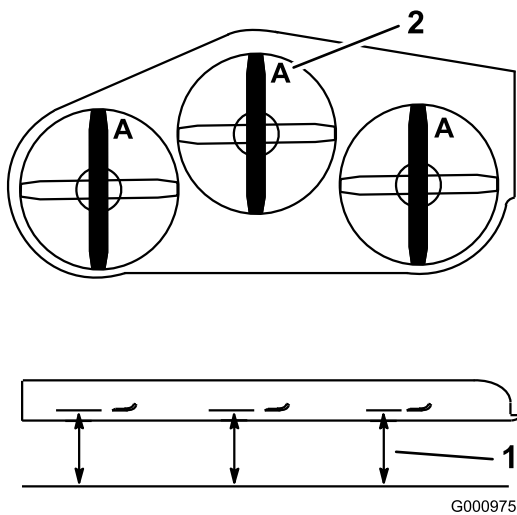

Figura 74
3. Gire las cuchillas hasta que los extremos estén orientados hacia adelante y hacia atrás (Figura 74). Mida desde una superficie nivelada hasta el filo de corte, posición A, de las cuchillas (Figura 74). Anote esta dimensión.